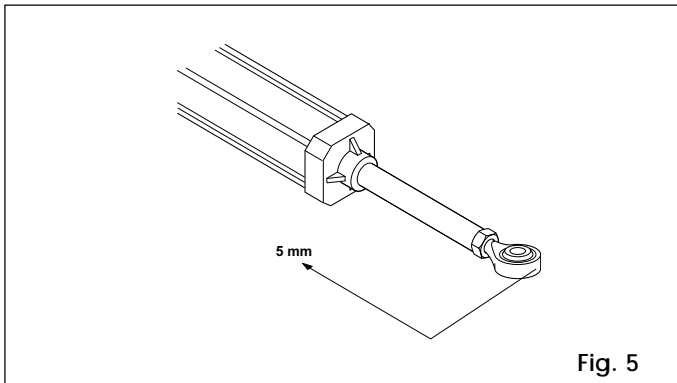

Fig. 5
- 5) Estrarre completamente lo stelo fino a battuta e rientrare di circa 5 mm (fig. 5).